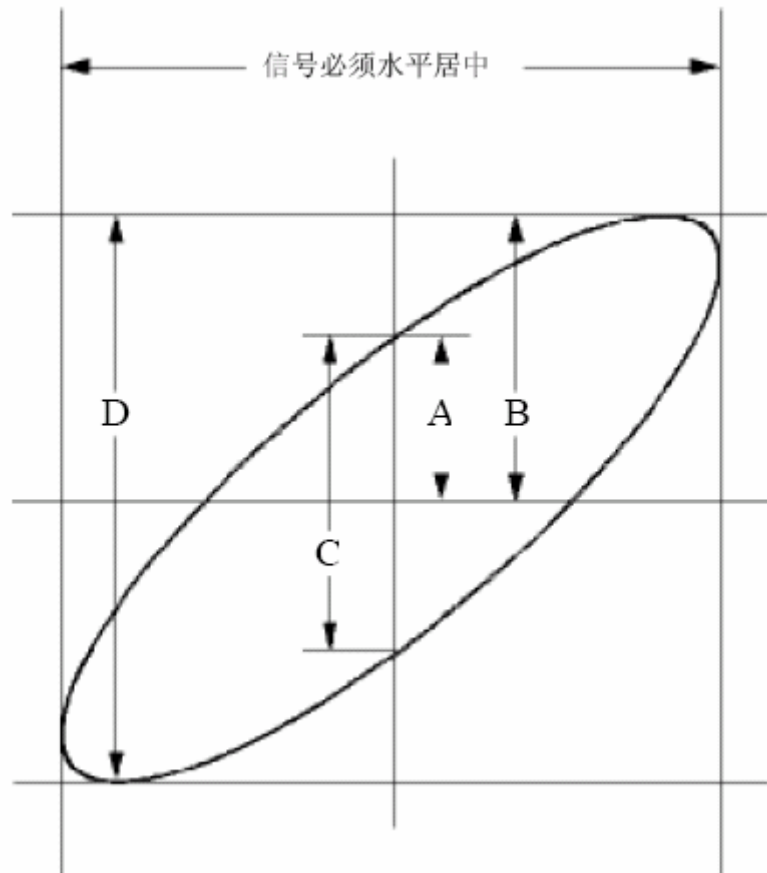

图 113： 李沙育 (Lissajous) 图形
9. 应用椭圆示波图图形法观测并计算出相位差。见图 113。